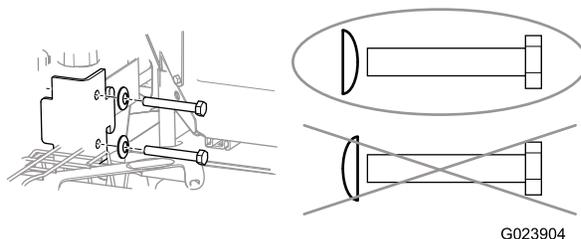

图7
**重要事项：** 确保每个弹簧垫圈都按照凸面朝向螺栓头的方向安装，如 图7 中所示。